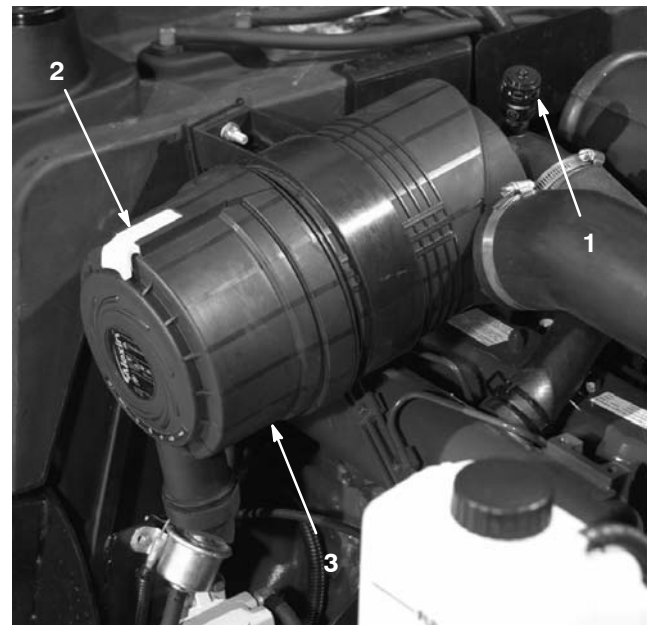

Bild 44
1. Ziehen Sie den Verschluss nach außen und drehen die Luftfilterabdeckung nach links (Bild 44).
- Setzen Sie die Abdeckung auf. Das Gummiauslassventil (Bild 44) sollte nach unten zeigen, ungefähr zwischen 17 und 19 Uhr vom Ende gesehen. Befestigen Sie die Riegel.